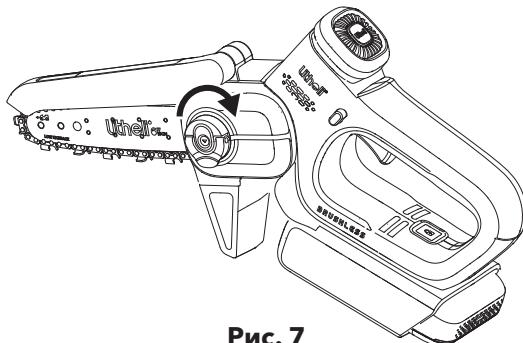

Рис. 7
- Установите крышку цепи и затяните ее, повернув фиксирующую кнопку крышки цепи по часовой стрелке до полного затягивания. Нажмите на кольцо, чтобы зафиксировать его на месте. (Рис. 7)